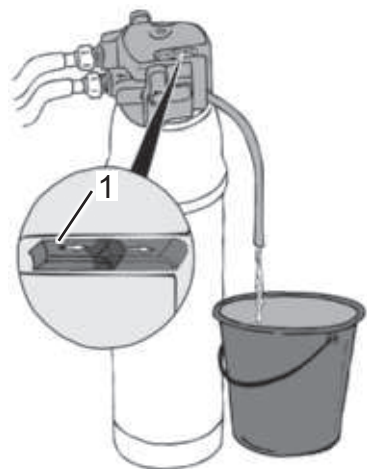

Abb. 32
16. Schieben Sie den Entlüftungsschieber (Abb. 32/1) in die angezeigte Pfeilrichtung.